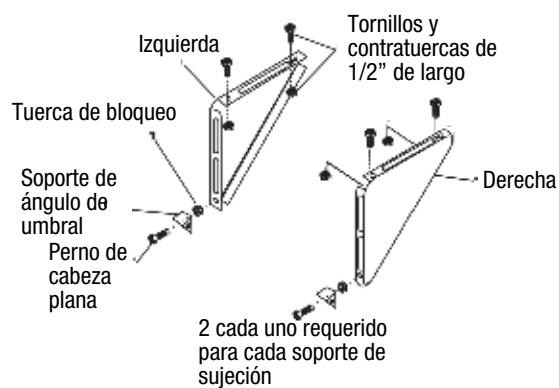

FIG. 15B
- Monte el soporte de ángulo del alféizar para sujetar los soportes en la posición marcada. (Vea la Fig. 15B) Apriete a mano, pero permita realizar cambios más adelante.